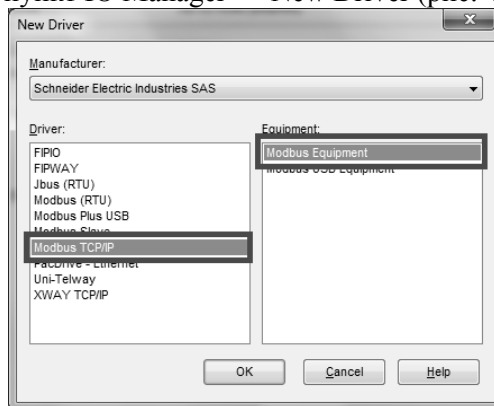

Рис. 4.3 Выбор типа соединения
3) Соединение с контроллером настраивается в окне Navigation выбираем пункт IO Manager → New Driver (рис. 4.3)